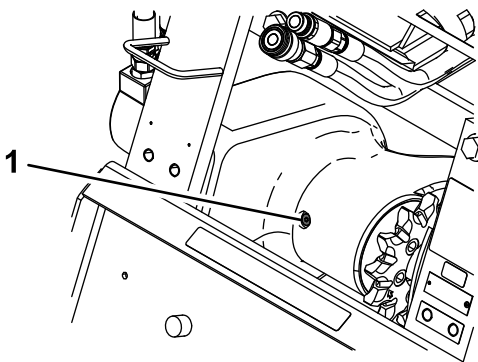

Figure 13
4. Nettoyez la surface autour du bouchon de remplissage du boîtier de roulement (Figure 13).
5. Retirez le bouchon de l'orifice de remplissage (Figure 13).
3. Nettoyez la surface autour du bouchon de remplissage du boîtier de roulement (Figure 13).
4. Retirez le bouchon de l'orifice de remplissage (Figure 13).